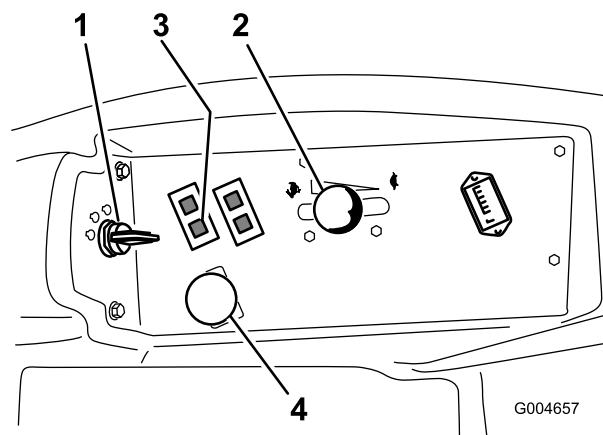

図 18
4. PTO スイッチをOFF 位置とする(図 18)。
5. スロットルレバーを Fast と Slow の中間にセットする(図 18)。